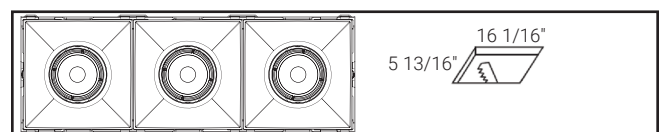

Figure 7.
- 3 moteurs lumineux : 408,0 x 147,6 mm (16-1/16 x 5-13/16 po) (Figure 7)